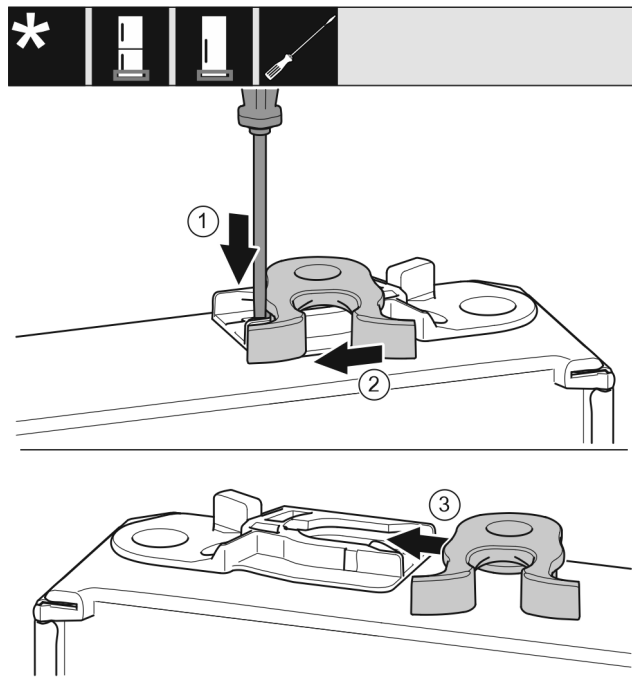

Fig. 24 *
- ▶ Plochým šroubovákem přitlačte lamelu Fig. 24 (1) dolů.*
- ▶ Vytáhněte petlici Fig. 24 (2) z vedení.*
- ▶ Petlici Fig. 24 (3) zasuňte do vedení na druhé straně.*